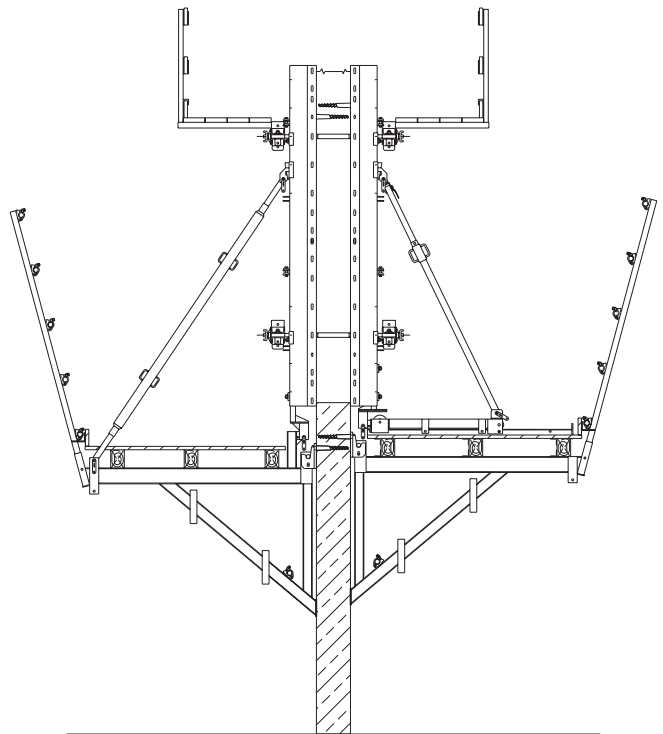

Abb.94
- 6.) Dann befestigen Sie die Schalung an der gegenüberliegenden Seite mit Trapezträger-Halterungen an den Kletterkonsolen und fixieren sie mit Richtstreben (Abb.94).